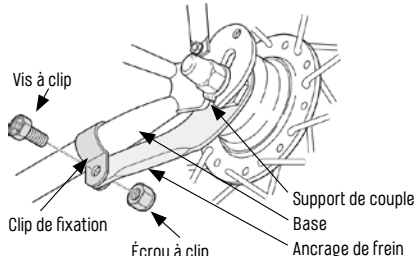

Fig. 3/20 Ancrage à frein Source Shimano
- Les freins à rétropédalage disposent d'un ancrage de frein („Fig. 3/ Ancrage à frein Source Shimano” sur la page 20) qui s'appuie sur la base du cadre. Pour un fonctionnement correct, il doit être monté de manière fixe au moyen d'un clip de fixation ou directement sur la base du cadre.